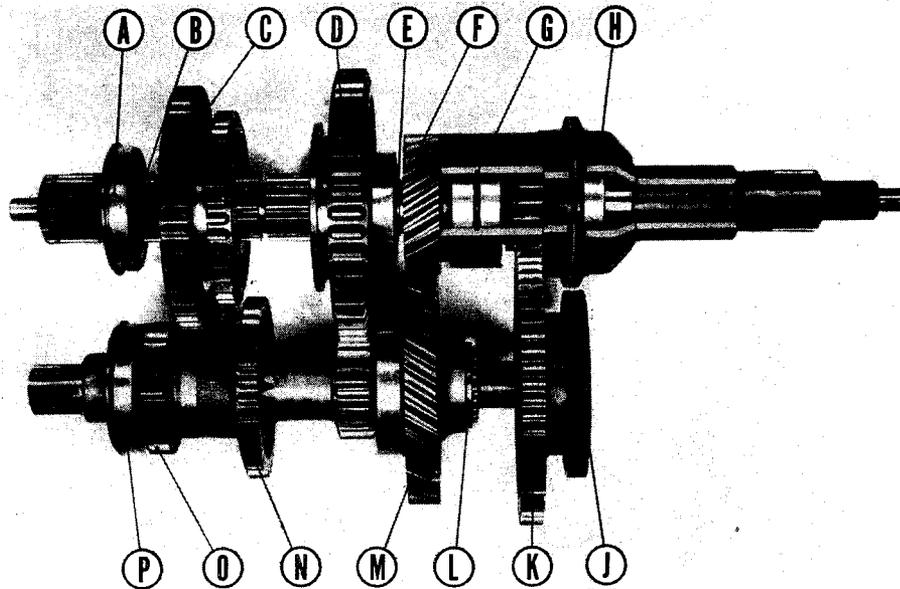

Fig. 1
- 1° Tirer l'arbre vers l'arrière en faisant lever sur le pignon de l'arbre primaire (fig. 1-F) véhicule de façon à dégager le roulement AR (H) de son logement.
- 2^o Dévisser les 4 vis de fixation du boîtier de roulement (fig. 1-J), déposer le couvercle, son joint et à l'aide de la pince MAPU le circlip de maintien de l'arbre intermédiaire de P.T.O.
- 5^o Sortir par le haut du carter de boîte, le pignon d'entraînement de P.T.O. (fig. 1-K).
- 4° Dévisser les 4 vis de fixation du boîtier (fig. 1-H) d'arbre primaire et déposer celui-ci.
- 5° Extraire le circlip à œils (fig. 1-G) de retenue du roulement AR de l'arbre primaire creux.
- le circlip AV (fig. 1-L) de maintien du pignon d'entraînement de l'arbre,
- 2° Déposer le pignon (M) d'entraînement de l'arbre.
- 4° Extraire du carter le roulement AR (P) de l'arbre.